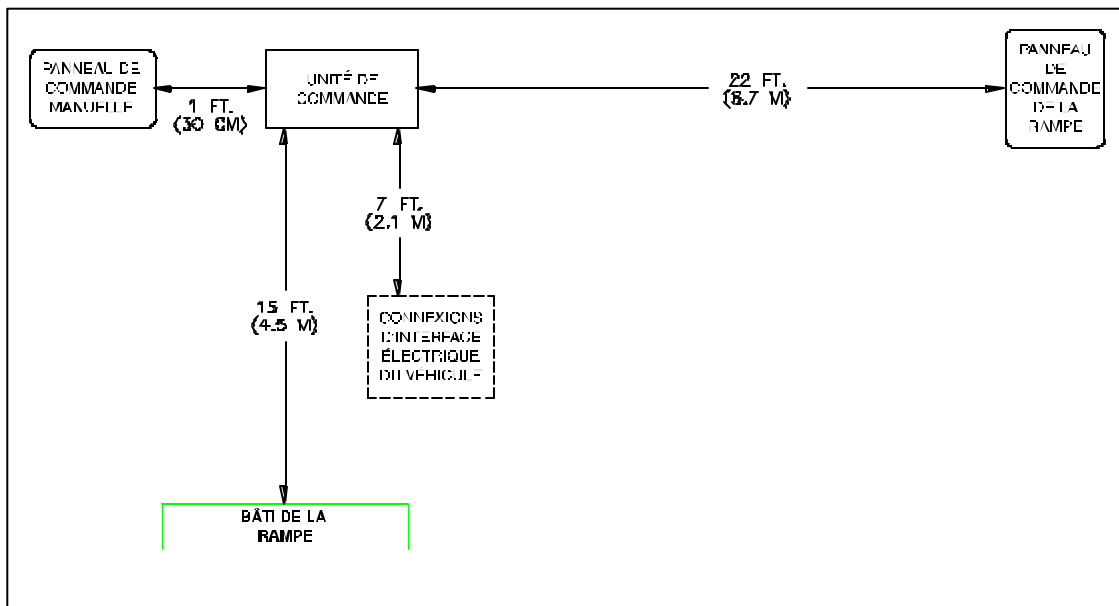

FIGURE 2-4: DISTANCE MAXIMUM DES ÉLÉMENTS
- a. Voir la **Figure 2-4**. Monter le panneau de commande manuel, l'unité de commande de rampe et le panneau de commande de la rampe dans les limites de distances indiquées. Le panneau de commande doit être visible du siège de l'opérateur et à portée de sa main.